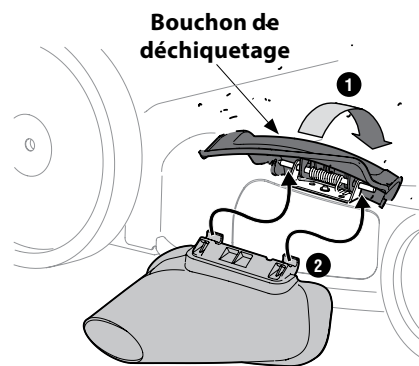

Figure 3-5
1. Soulevez la porte d'évacuation qui se trouve sur le côté de la tondeuse. Voir Figure 3-5.